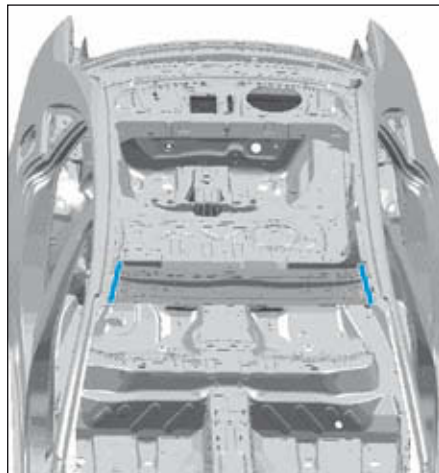

FIG.97
- Détacher l'assemblage d'origine (Fig.97).